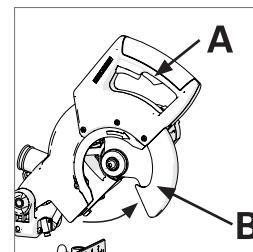

Fig. 18
Para inserir a lâmina, prima o gatilho de libertação da proteção da lâmina inferior (A) rode a proteção da lâmina inferior (B) para cima para a proteção da lâmina superior e fixe a proteção da lâmina inferior nessa posição. (**Fig. 18**)